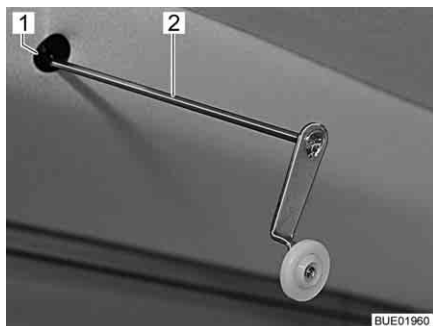

Bild 123 Vev för nöddrift
- Stick den medföljande vev (Bild 123,2) eller insexnyckeln i hållaren (Bild 123,1) vid motorn. Upptagningen är placerad i avsnittet bländskydd uppe till vänster på den höjbara sängen.